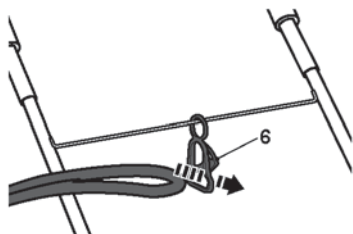

Fig.7
- > Doublez la rallonge arrière, à environ 40 cm de l'extrémité. Passez la boucle à travers la décharge de traction du câble [6] et accrochez la boucle sur le crochet. Tirez doucement sur le cordon pour vous assurer qu'il est bien fixé (Fig.7,8).